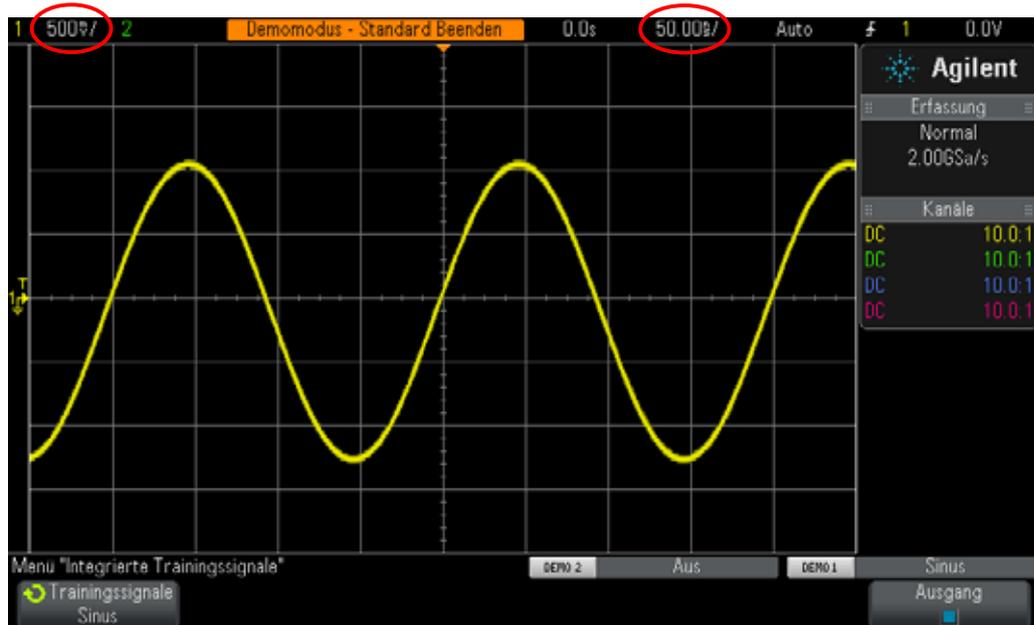

Abbildung 9 Anfangseinstellung zum Anzeigen des Trainingssignals Sinuswelle
- 8 Drehen Sie den s/div-Drehknopf (großer Drehknopf im Bereich „Horizontal“) im Uhrzeigersinn, bis mehr als zwei Perioden der Sinuswelle auf dem Display angezeigt werden. Die korrekte Einstellung lautet **50 ns/div**. Diese wird im oberen Teil auf dem Display rechts neben der Mitte mit „50.00ns/“ angezeigt. Das Oszilloskop-Display wird jetzt wie in Abbildung 9 angezeigt. Im weiteren Verlauf verwenden wir für diese Oszilloskopeinstellung den Begriff „Zeitbasis“.